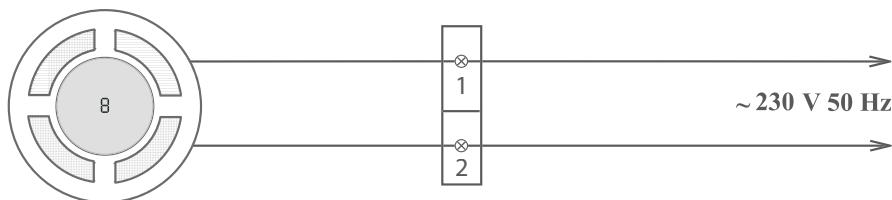

Рис.6. Подключение рекуператора к электросети в случае управления системой с пульта или при помощи мобильного приложения.
Подключение системы вентиляции к электросети обеспечивается с помощью электрокабеля, который выведен из рабочего модуля (стандартная комплектация). В том случае, если электросеть не подведена к монтажному отверстию, электрокабель от рекуператора следует подсоединить к электросети в распределительной коробке по схеме на рис.6: следует соединить контактные клеммы 1, 2 параллельно, или установить на кабель электрический разъем, который отвечает выше указанным параметрам для быстрого подключения и отключения электрических приборов. Электрические разъемы не входят в стандартную комплектацию.
- правильность подключения к электросети (согласно обозначений на рис.6);